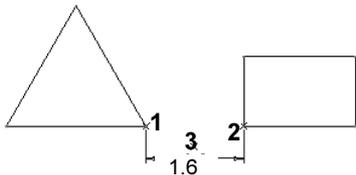

图 2.8.4 两点间距离的标注
Step 2 分别单击位置 1 和位置 2 以选择两点，中键单击位置 3 放置尺寸（图 2.8.4）。